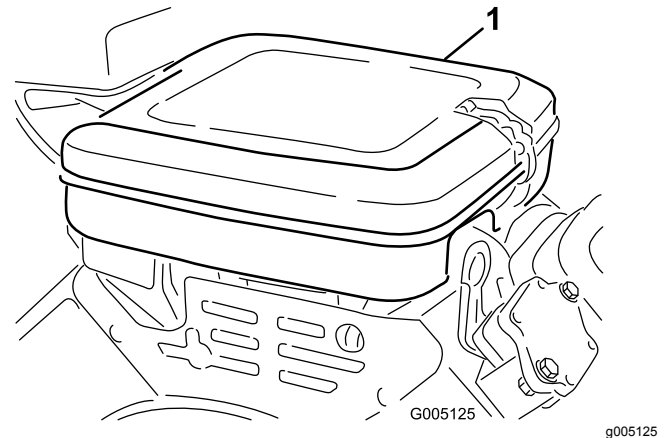

Figura 35
1. Limpie la cubierta del limpiador de aire (Figura 35).